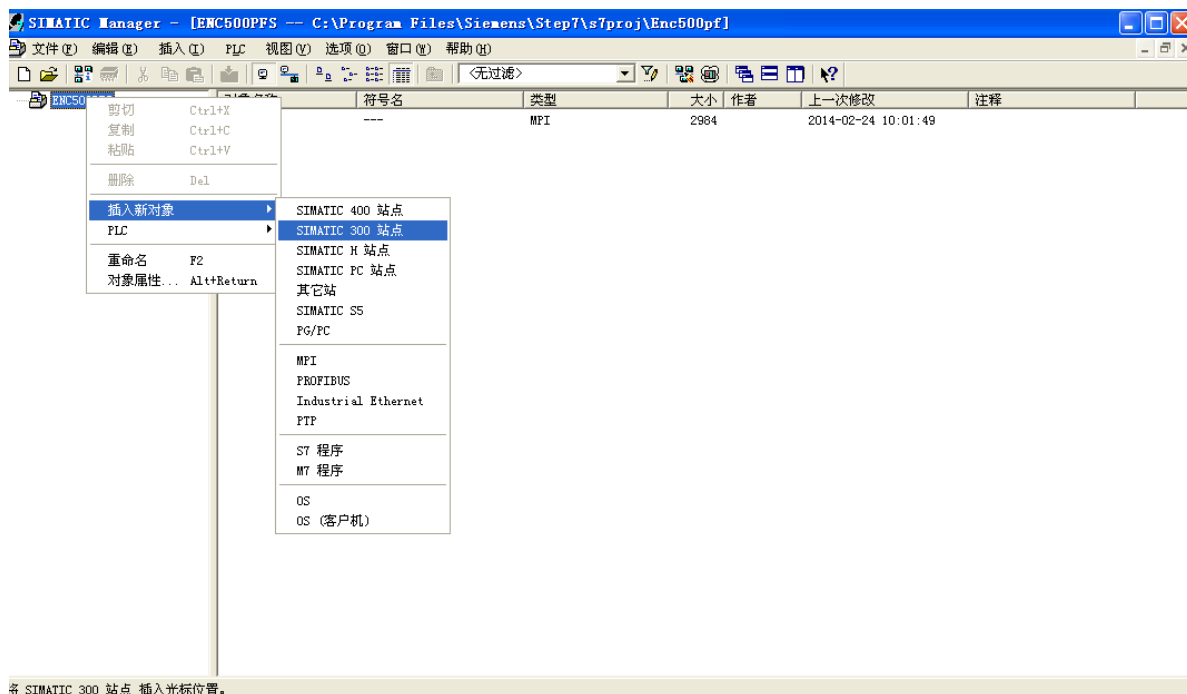

Рис. 3-5
1. Создайте проект на STEP7, добавьте ведущую станцию S7-300, как показано на Рис. 3-5.